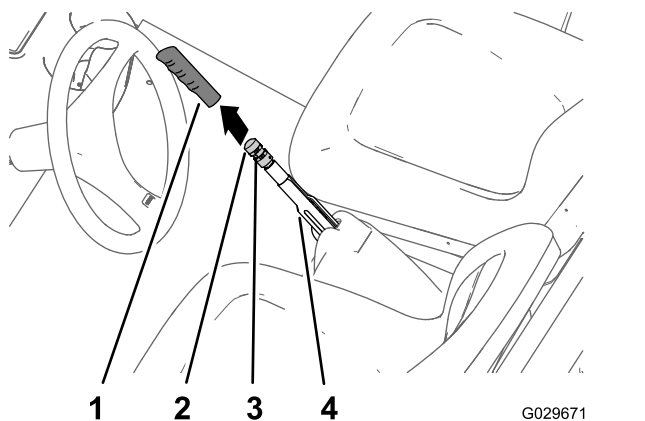

Рисунок 67
- Снимите рукоятку с рычага стояночного тормоза (Рисунок 67).
- Ослабьте установочный винт, который крепит ручку регулировки тормоза к рычагу стояночного тормоза (Рисунок 67).
- Поворачивайте ручку регулировки тормоза до тех пор, пока усилие, требуемое для приведения в действие рычага стояночного тормоза, не достигнет 133-156 Н (Рисунок 67).
- Затяните установочный винт и установите рукоятку на рычаг (Рисунок 67).
- Ослабьте установочный винт (Рисунок 67), который крепит ручку регулировки тормоза к рычагу стояночного тормоза, выключите стояночный тормоз и ослабьте ручку регулировки тормоза.
- Поворачивайте ручку регулировки тормоза (Рисунок 67) до тех пор, пока усилие,
- C. Поворачивайте ручку регулировки тормоза (Рисунок 67) до тех пор, пока усилие, требуемое для приведения в действие рычага стояночного тормоза, не достигнет 133–156 Н.
- Затяните установочный винт и установите рукоятку (Рисунок 67).